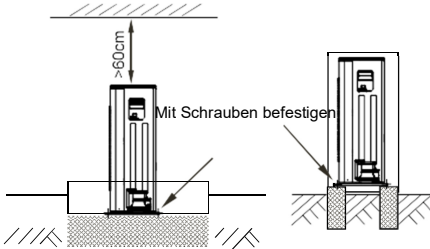

Abb. 6-6
- Bauen Sie ein Betonfundament gemäß den Spezifikationen der Außeneinheit. (Siehe Abb. 6-6)
- Schrauben Sie die Füße der Einheit fest an, damit sie bei Erdbeben oder starkem Wind nicht umfallen kann. (Siehe Abb. 6-6)